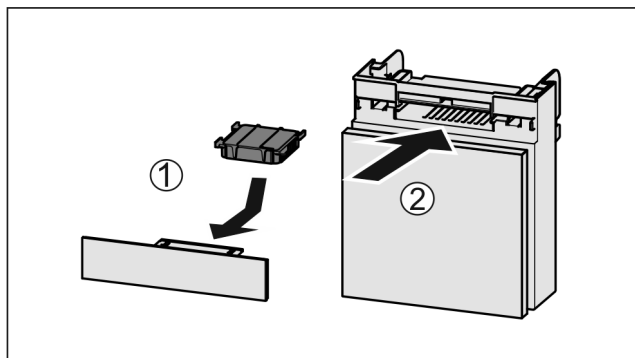

Fig. 64
- Inserire il vano Fig. 64 (2).